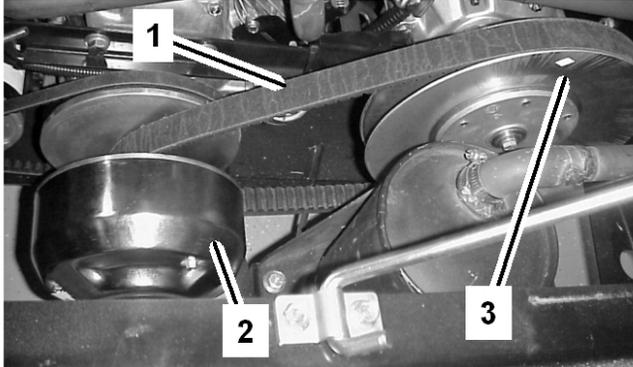

Figura 52
3. Haga girar la correa e inspecciónela (Figura 52) para asegurarse de que no está excesivamente desgastada ni dañada. Cambie la correa si es necesario.
1. Haga girar la correa y llévela sobre el embrague secundario (Figura 52).
2. Retire la correa del embrague primario (Figura 52).